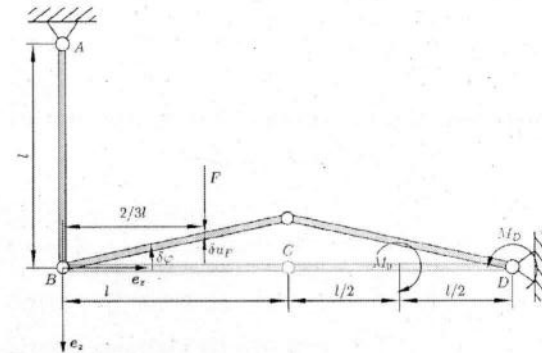

Abbildung 3.4: Virtuelle Verschiebung des Systems zur Bestimmung von M_D
- 3.3) Das unbekannte Moment in der Einspannung M_D lässt sich durch die in Abbildung 3.4 dargestellte virtuelle Verschiebung bestimmen.